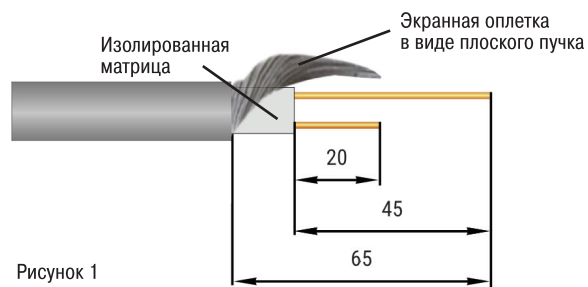

Рисунок 1
- Снять оболочку с одного конца кабеля на длине 65 мм (рис. 1).
- Удалить изоляцию у обоих нагревательных жил на длине 45 мм (рис. 1).
- Укоротить одну жилу на 25 мм, оставив 20 мм (рис. 1).